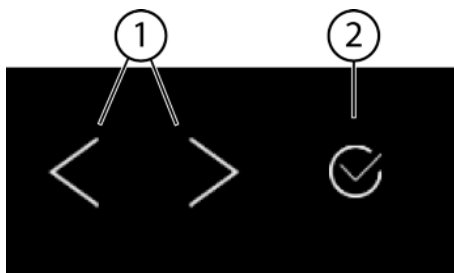
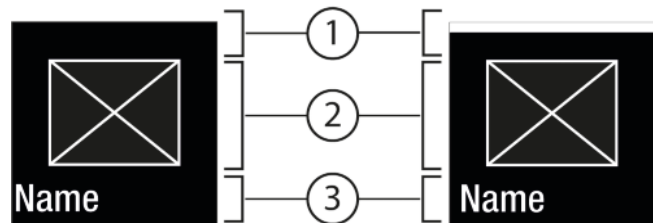
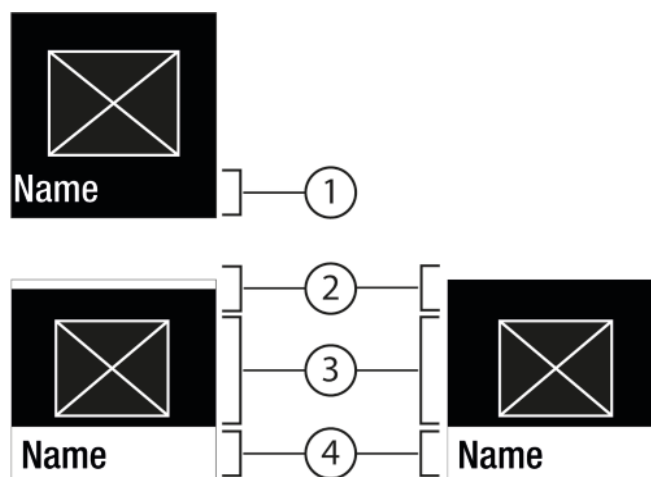

Fig. 5
Fig. 6
Fig. 7
(1) Strzałka nawigacyjna lewa / prawa
(2) Potwierdzenie
Strzałka nawigacyjna lewa / prawa Fig. 5 (1):
Potwierdzenie Fig. 5 (2):
- Nawigować przy pomocy strzałki nawigacyjnej w lewo / prawo Fig. 5 (1).
- Przy pomocy potwierdzenia Fig. 5 (2) aktywować Fig. 6 (1) / dezaktywować Fig. 6 (1) funkcję / ustawienie.
- Wywołać podmenu Fig. 5 (2) przy pomocy potwierdzenia Fig. 7 (4).
- Ustawić nowe wartości: Przy pomocy potwierdzenia Fig. 5 (2) wybrać dezaktywowaną wartość Fig. 6 (1).
- Powrót do menu: Przy pomocy potwierdzenia Fig. 5 (2) wybrać już aktywowaną wartość Fig. 6 (2).
- Strzałki nawigacyjne Fig. 5 (1) przyciskać tak długo, aż wyświetli się funkcja.
- Nacisnąć Potwierdzić Fig. 5 (2).
- Przy pomocy strzałki nawigacyjnej Fig. 5 (1) wybrać wartość ustawienia.
- ▷ Na krótko pojawia się w podmenu Fig. 7 (4) Status: aktywowano Fig. 6 (1).
- ▶ Strzałki nawigacyjne *Fig. 5 (1)* przyciskać tak długo, aż wyświetlą się ustawienia .
- ▶ Nacisnąć Potwierdzić *Fig. 5 (2)*.
- ▶ Strzałki nawigacyjne *Fig. 5 (1)* przyciskać tak długo, aż wyświetli się żądane ustawienie.